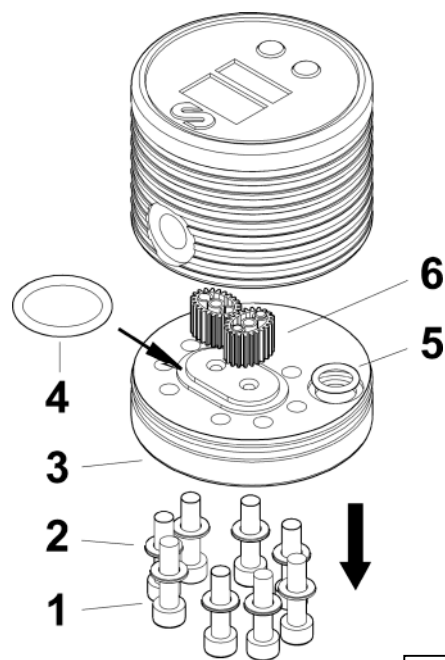

Fig. 6
1. Remove the 8 screws (1) and cover (3) at the back of the meter.
2. Remove the oval gears (6).
4. Replace the gears (6), the seals (4, 5) and the cover (3) as shown in figure 6.
1. Dévisser les 8 vis (1) ainsi que le couvercle inférieur du compteur (3).
2. Démonter les engrenages ovales (6).
4. Monter à nouveau les engrenages, les joints (4, 5) ainsi que le couvercle inférieur (3) tel qu'il est indiqué sur la Figure 6.
1. Die 8 Schrauben (1) und den Deckel (3) auf der Rückseite des Zählers lösen.
2. Die ovalen Zahnräder (6) lösen.
4. Die Zahnräder (6), Dichtungen (4,5) und den Deckel (3) wieder montieren, wie auf Bild 6 gezeigt.